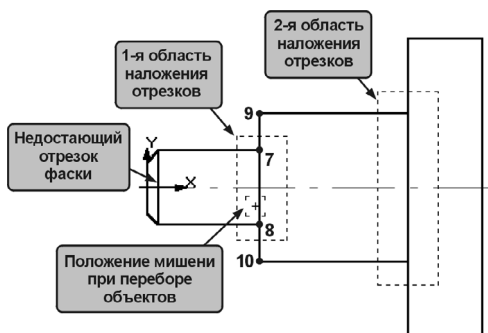

Рис. 32.10. Удаление наложившихся отрезков
После выполнения команд сдвига стороны прямоугольников частично наложился друг на друга. Например, в области наложения 1 (рис. 32.10) отрезок 7–8 первой ступени наложился на отрезок 9–10 второй ступени. Наложение объектов на чертеже может вызвать ошибки при простановке размеров, штриховке, экспорте геометрической информации из системы КОМПАС-3D V7 в другие системы.
Вы можете выделить нужный отрезок, используя команду **Выделить — Рамкой**. Для этого необходимо сформировать рамку выбора, как это показано на рис. 32.10 пунктирной линией (1-я область наложения отрезков).
9. Щелкните мышью по отрезку 7–8 (примерное положение курсора показано на рис. 32.10).